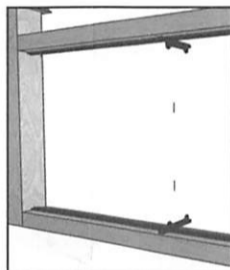

Figure 4
STEP 3 Once the rails have been positioned, mount a bracket onto one of the middle pre-punched swivel holes on each rail by using the rail screws supplied (#10, 1 1/2 inch) (Figure 4). Drive the screw perpendicular through the bracket hole and matching rail swivel hole, in order to hold the bracket and rail in place.
ÉTAPE 3 Une fois les rails en place, fixer un support sur l'un des trous prépercés au milieu de chaque rail à l'aide des vis fournies (no 10, 1 po 1/2) (Figure 4). Visser la vis perpendiculairement à travers le trou du support et le trou du rail afin de fixer le support et le rail en place.
ÉTAPE 4 Prendre une planche de 1 x 6 et la couper à la longueur requise, soit 1/16 à 1/8 de pouce plus court que la distance entre les supports opposés. Fixer la planche sur les supports à l'aide des vis fournies (no 8, 5/8 po) (Figure 5). S'assurer que les trous de vis sur le dessus des supports sont orientés vers l'intérieur de l'aire clôturée (Figure 4 A).